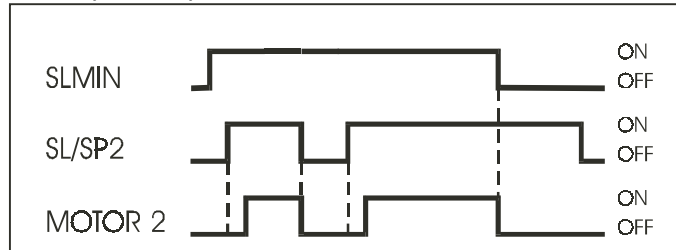

Рисунок 2
- Поплавок SL2 управляет двигателем 2, пуском с задержкой приблизительно 0.5 с, и остановкой немедленно (двигатель 2 запущен с задержкой приблизительно 0.5 с, и остановкой немедленно, см. рис. 2).